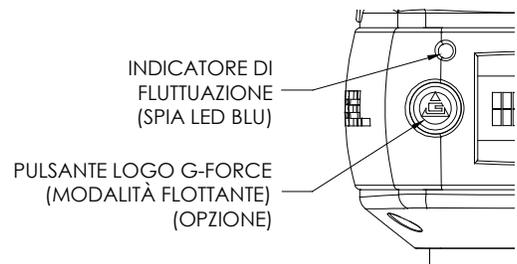

Fig. 8A. Pulsante Modalità flottante - Impugnatura scorrevole.
8.1 La modalità flottante viene attivata semplicemente premendo il pulsante con logo G-Force® sul lato sinistro dell'impugnatura (**fig. 8A**). Qui di seguito è riportato un semplice esercizio se non si ha dimestichezza con la modalità flottante. (L'esecuzione dell'esercizio presuppone che venga utilizzata l'impugnatura a scorrimento in linea).